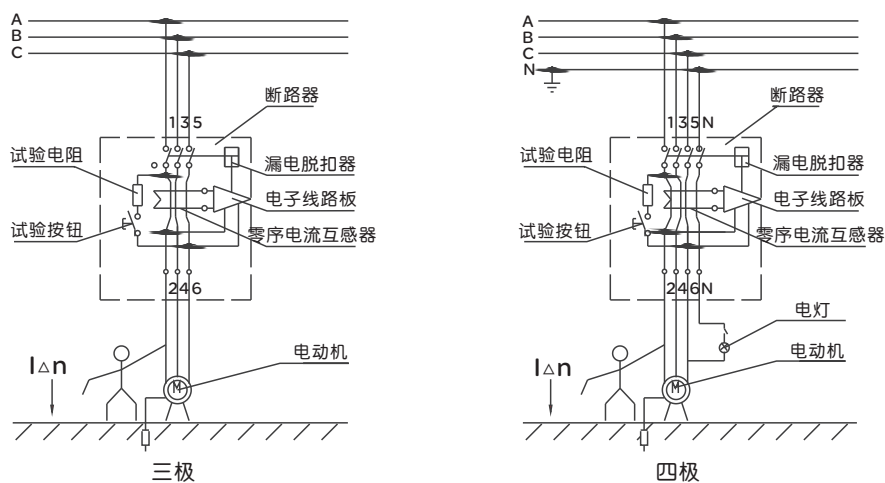

图1 工作原理
- 当被保护电路中有漏电或触电时, 零序电流互感器有一个信号输出, 当该信号输出达到一定值时, 就触发可控硅导通使漏电脱扣器动作, 从而带动牵引杆使操作机构在很短的时间内断开, 切断电源, 从而实现漏电保护功能。工作原理见图1